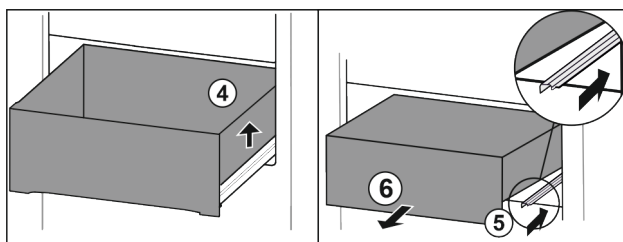

Fig. 90
- ▶ Nadzvedněte zásuvku vpravo. Fig. 90 (4)
- ▶ Zasuňte pravou kolejničku. Fig. 90 (5)
- ▶ Vyjměte zásuvku dopředu. Fig. 90 (6)